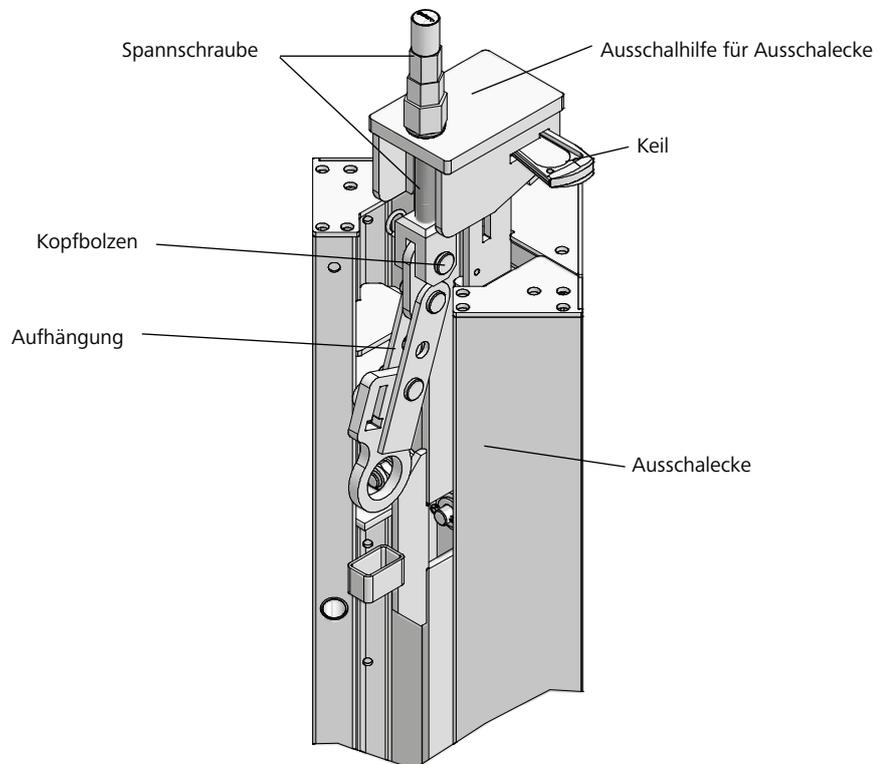

Abb. 51.3
1. Die Ausschalhilfe für Ausschalecke wird auf das Kopplungsstück an der Oberseite der Ausschalecke aufgesetzt. Die Aufhängung der Ausschalecke muss hierbei nach unten geneigt sein (Abb. 51.3).
2. Die Befestigung an der Ausschalecke erfolgt mit dem an der Spannschraube der Ausschalhilfe integrierten Kopfbolzen 16/40 und Federstecker 4 (Abb. 51.3).
3. Zur Fixierung der Ausschalhilfe für Ausschalecke wird der an der Ausschalecke befestigte Keil in die Öffnung im Seitenteil der Ausschalhilfe für Ausschalecke geschlagen (Abb. 51.3).